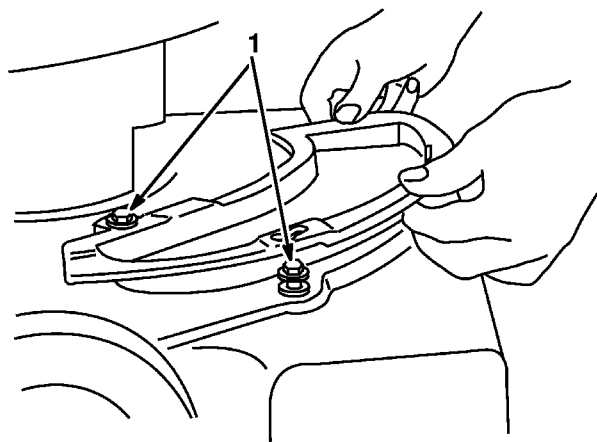

Figure 37
3. Les deux boulons à épaulement du carter de la tondeuse dépassent des trous oblongs de l'obturateur et n'ont pas besoin d'être desserrés ou retirés. L'obturateur se déplace sur les têtes de ces boulons (Fig. 37).